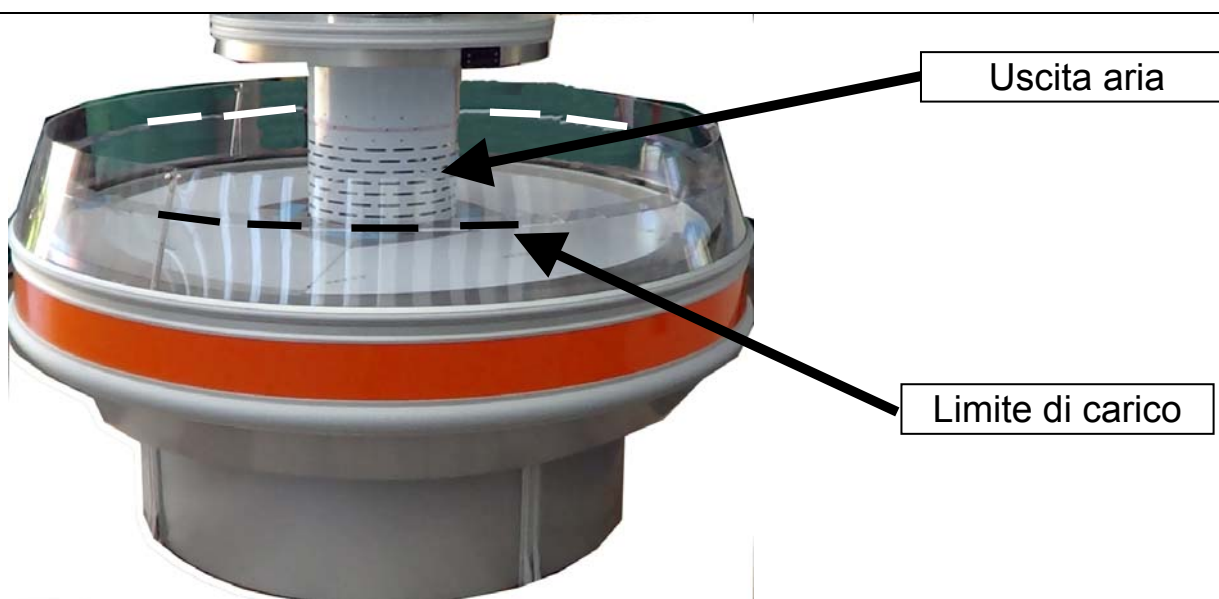

Fig. 1
- Non superare mai la linea di carico massimo (fig. 1).